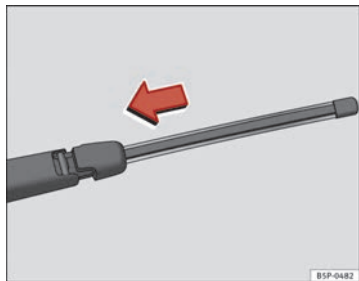

Fig. 140 Pose du balai d'essuie-glace arrière
- Placez le balai comme indiqué sur la figure ⇒ fig. 140 puis faites glisser l'adaptateur jusqu'à ce qu'il s'emboîte.